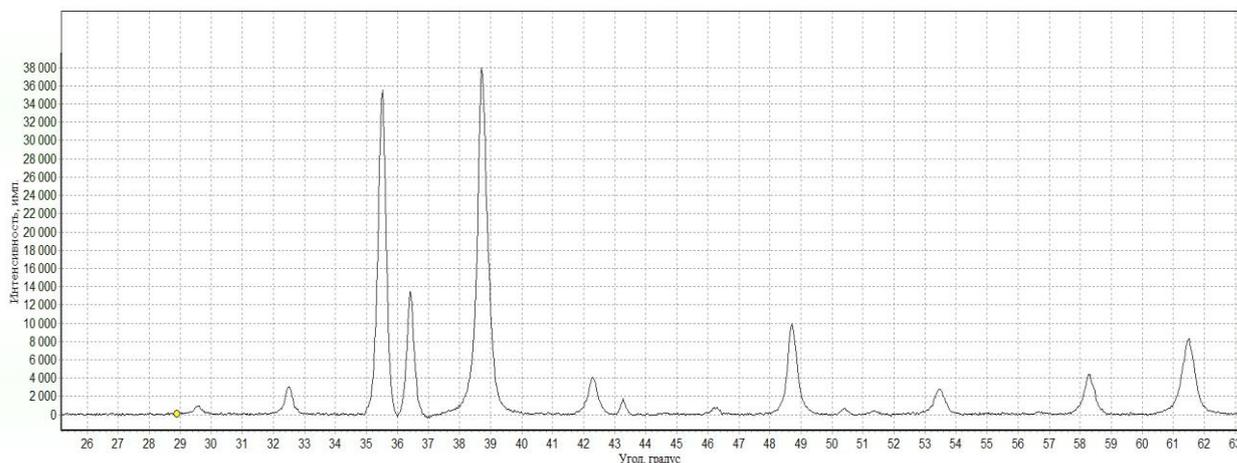

Рис. 2 Рентгеновская дифрактограмма нанокристаллических порошков, включающих Cu и O
2. По рентгеновской дифрактограмме порошка (рис. 2) определить фазовый состав (элементный состав порошка представлен Cu и O, длина волны рентгеновского излучения $\lambda_{K\alpha 1} = 0,154$ нм).
3. По рентгеновской дифрактограмме (рис. 2) определить размер областей когерентного рассеяния по выбранным преподавателем максимумам.